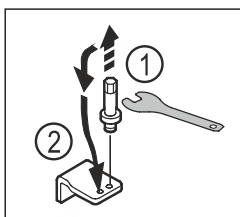

Fig. 21
- ▶ Išsukite apatinės atraminės gembės kaištį raktu su išoriniu šešiabriauniu SW5. Fig. 21 (1)
- ▶ Įstatykite kaištį priešingoje pusėje. Fig. 21 (2)